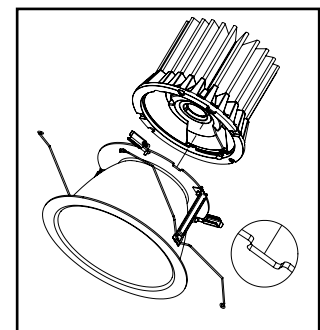

Figura 5.
5. Inserte el motor LED en la unidad de la moldura. Alinee el poste en el motor LED con la ranura de la unidad de la moldura (Figura 5.).